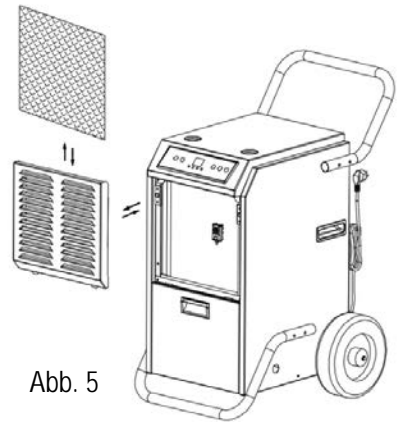

Abb. 5
- Entfernen Sie das Gitter an der Vorderseite des Gerätes und dann den Filter, *siehe Abb. 5*.